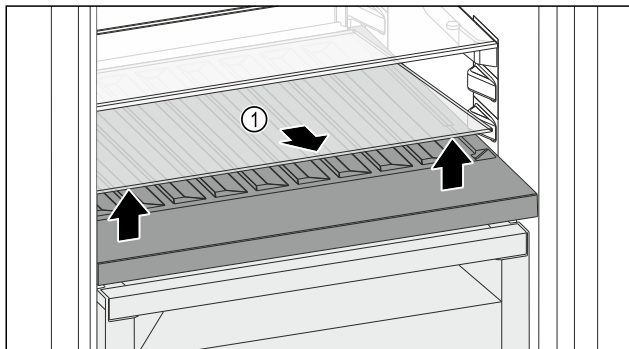

Fig. 113
- ▶ Приподнимите стеклянную пластину Fig. 113 (1) за выемку спереди и извлеките.
- ▶ Уложите стеклянную пластину Fig. 113 (1) на хранение вне устройства.